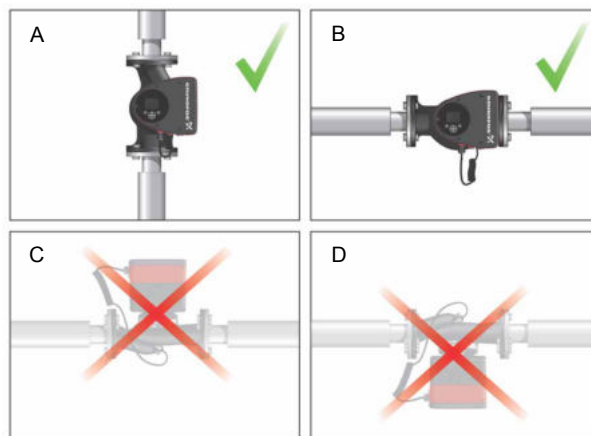

Fig. 7 Pumpe monteret med vandret motoraksel
- Pumpe monteret korrekt i lodret rørledning. Se fig. 7, pos. A.
- Pumpe monteret korrekt i vandret rørledning. Se fig. 7, pos. B.
- Monter ikke pumpen med lodret motoraksel. Se fig. 7, pos. C og D.